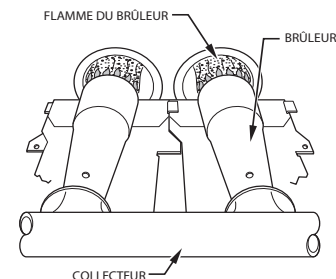

Fig. 65 – Flamme du brûleur
- i. Lorsque vous aurez obtenu l'admission appropriée, replacez le capuchon qui masque les vis de réglage du régulateur. La flamme du brûleur principal doit être d'un bleu clair, presque transparent. Voir la Fig. 65.